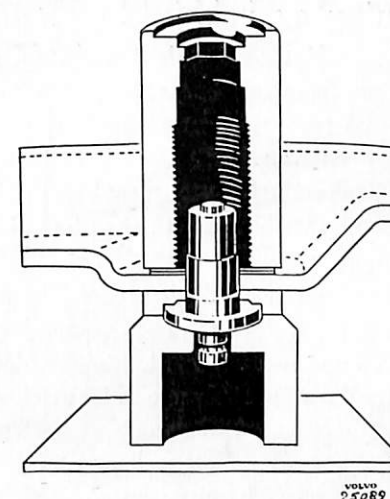

Bild 16. Mont. av brickor.
2. Vänd underläggshylsan och lägg en ny bult ovanpå densamma. Träd justerkam (4), bromssköld (1), underlägsbricka (3) och den fjädrande innertandade brickan (2) på bulten. Pressa ned brickorna med hjälp av stukningsverktyget, se bild 16.